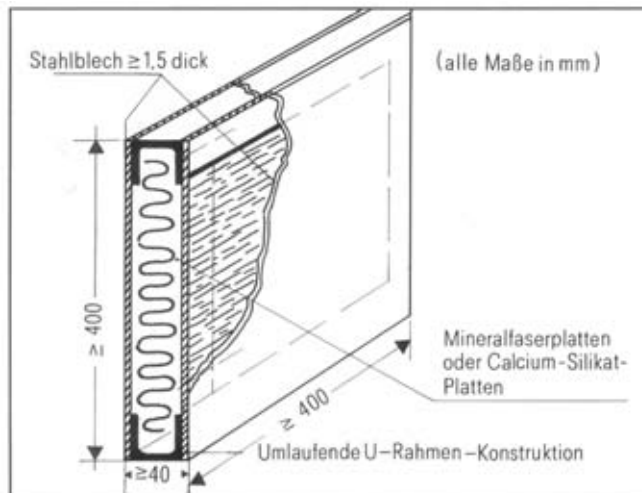

Abb. 4: Aufbau der Wandklappe
- außen Stahlblech auf einer U-Rahmenkonstruktion mit innenliegenden Mineralfaserplatten oder Calcium-Silikatplatten (siehe Abb. 4)